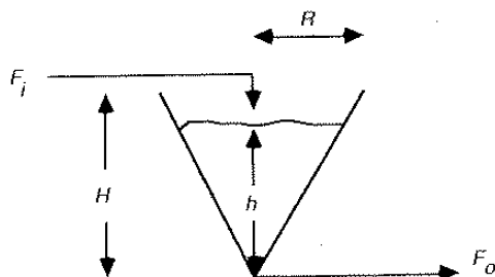

Figura 7 – Tanque cônico da questão 7.
7) Considere um tanque cônico aberto sendo continuamente alimentado com água, assim como mostrado na Figura 7. Desenvolva o modelo dinâmico da altura de líquido no tanque (h), se a saída do tanque apresenta uma válvula com resistência ao fluxo proporcional à raiz da queda de pressão. Liste todas as variáveis, parâmetros, entradas e saídas do modelo. Faça o grau de liberdade e liste todas as hipóteses utilizadas no modelo.